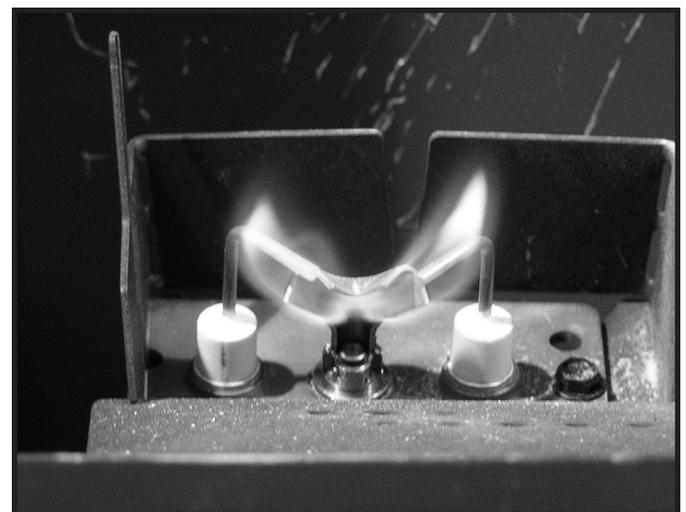

Figure 4.2 Modèles de flamme de la veilleuse IPI - Support de veilleuse générique montré
- Inspectez la qualité de la flamme de la veilleuse. Voir la figure 4.2. pour un modèle de flamme de la veilleuse. Nettoyez ou remplacez l'orifice si nécessaire.